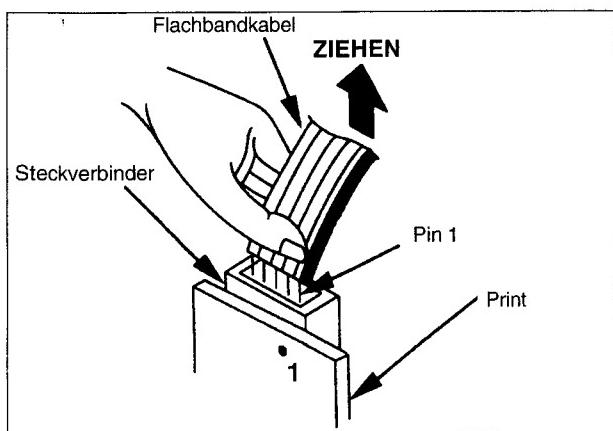

Abb. 1-3
Kabel vorsichtig herausziehen, ohne die einzelnen Leiter zu beschädigen (siehe Abb. 1-3).
1. Flachbandkabel so positionieren, daß die Striche auf dem Kabel mit den Stiften (Pins) des Steckverbinder übereinstimmen (siehe Abb. 1-3).